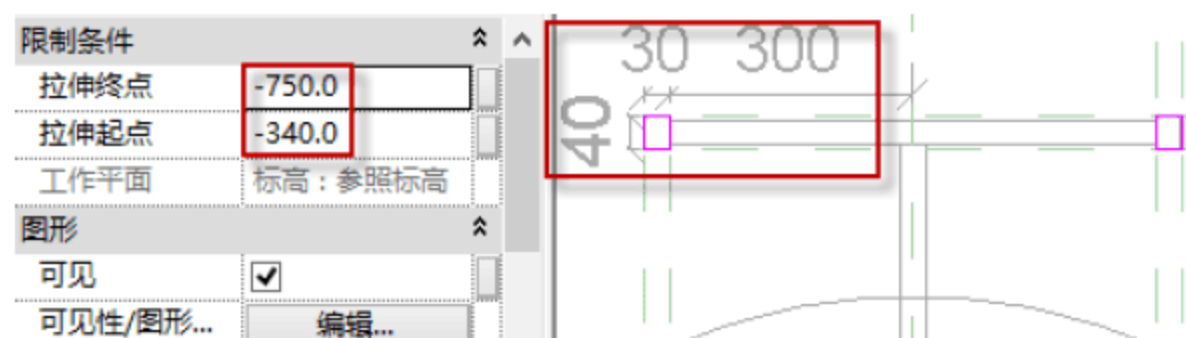

图 8.3.49 绘制支架 E
(12) 支架 E 是长度为 40mm, 宽度为 30mm, 高度为 410mm 的长方体。返回到“楼层平面-参照标高”平面, 按快捷键 R+P 和 M+M 绘制参考线。选择“创建”→“拉伸”→“直线”命令, 绘制图框, 在“属性”面板中编辑“拉伸起点”和“拉伸终点”的数值 (-340, -750), 然后单击 ✓ 按钮, 如图 8.3.49 所示。